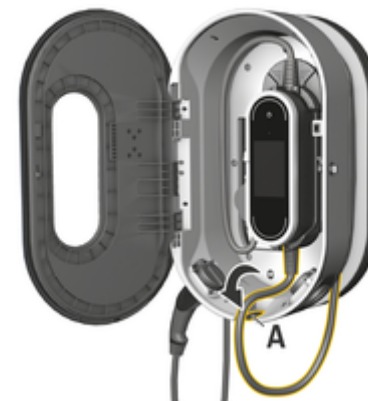

Fig. 85 Prendendo a unidade de comando
3. Direcione o cabo do veículo pela abertura A (Fig. 85) e enrole qualquer excesso de cabo ao redor da base de carregamento.